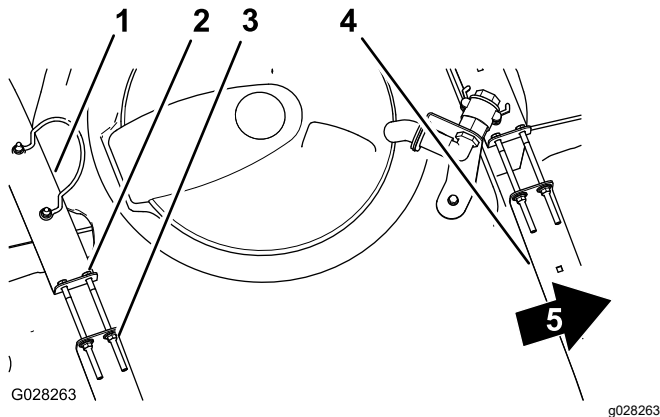

Figura 84
2. Compruebe si hay holgura entre los flejes y el depósito (Figura 84).
3. Si los flejes tienen holgura, apriete las contratuercas con arandela prensada y los pernos del extremo superior de los flejes hasta que los flejes queden apretados contra la superficie del depósito (Figura 84).